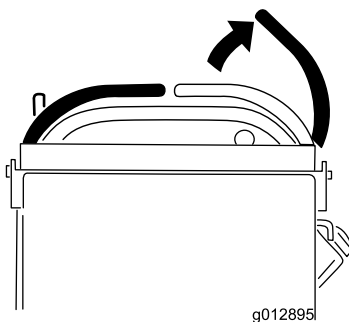

Figura 12
- Mueva las palancas de control de movimiento a punto muerto y mueva la palanca de control de movimiento derecha a la posición de bloqueo/punto muerto (Figura 12).